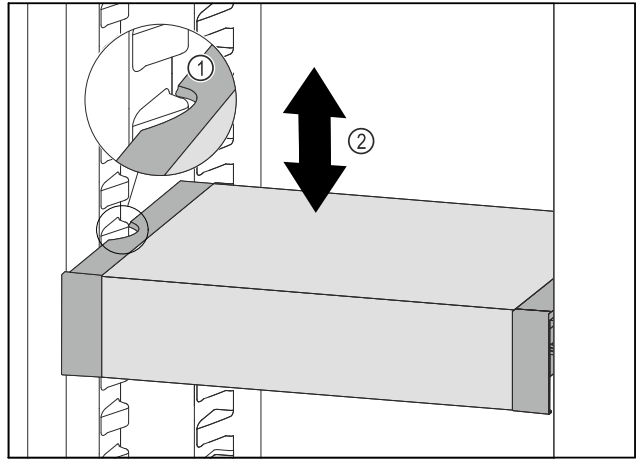

Fig. 168
- Tirer le VarioSafe vers l'avant jusqu'à ce que les encoches latérales du VarioSafe soient à la hauteur de la nervure du bac dans la partie réfrigérateur. Fig. 168 (1)
- Déplacer le VarioSafe vers le haut ou vers le bas dans la partie réfrigérateur jusqu'à ce que la hauteur souhaitée soit atteinte. Fig. 168 (2)